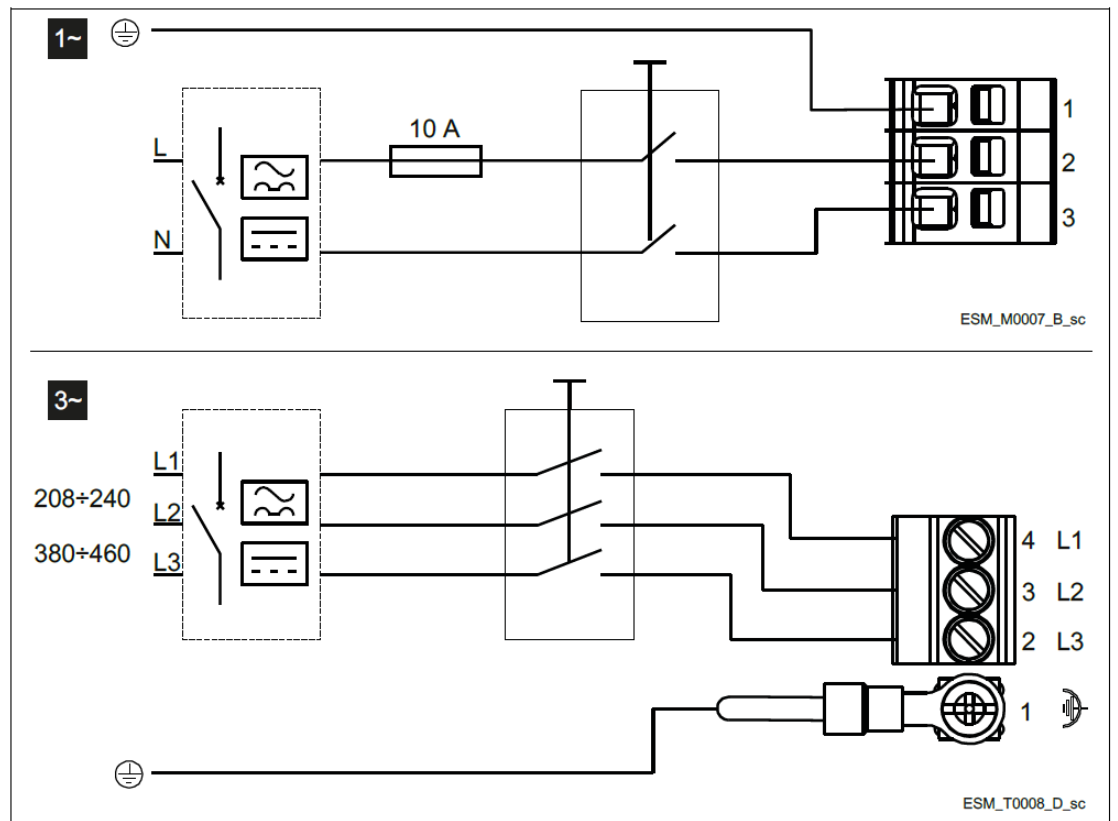

Figura 5: Diagramas de cableado
1. Conecte el cable de acuerdo con el diagrama de cableado.	Figura 5 en la página 22